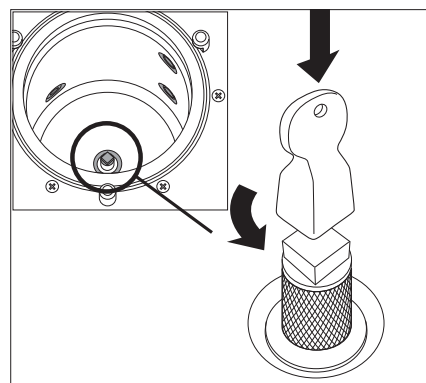

図 18
- 3) ドアを開け、フィルタスパナでチャンバー底部の付属の固定金具を左に回して外し、水フィルタを取出してください。(運転直後などはチャンバーが熱くなっておりますので、チャンバーが十分に冷えた状態で作業するようにしてください) (図 18、19)